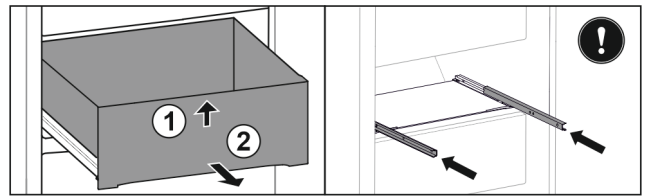

Fig. 113
- ▶ Levante el cajón por delante. Fig. 113 (1)
- ▶ Extraiga el cajón hacia delante. Fig. 113 (2)